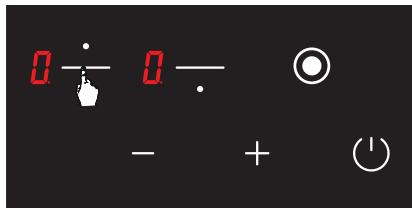

Рис. 6
2. Натисніть кнопку вибору відповідної конфорки. Після першого дотику на індикаторі відповідної конфорки відобразиться значок (Див. рис. 6).